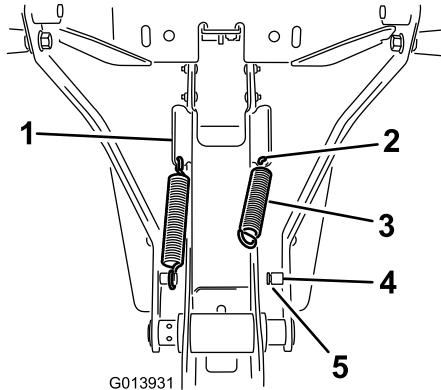

Figure 8
- Accrochez le ressort dans le trou inférieur de la patte inclinée sur le côté du cadre (Figure 8).
2. Accrochez un côté du ressort dans le trou et l'autre côté sur l'ergot (Figure 8).
3. Veillez à engager correctement l'extrémité du ressort dans la rainure de l'ergot (Figure 8).